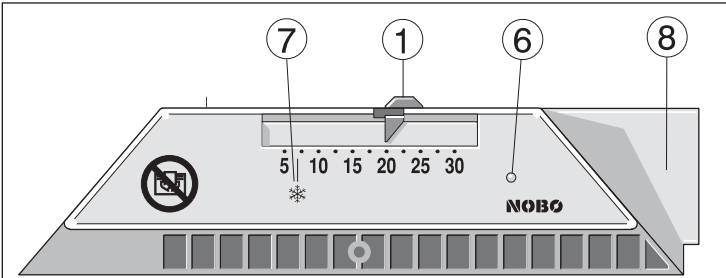

Fig. 1/Abb. 1
2 Betjeningspanel (Fig.1)
2. Manöverpanelen (Fig. 1)
2. Bedieningspaneel (Fig. 1)